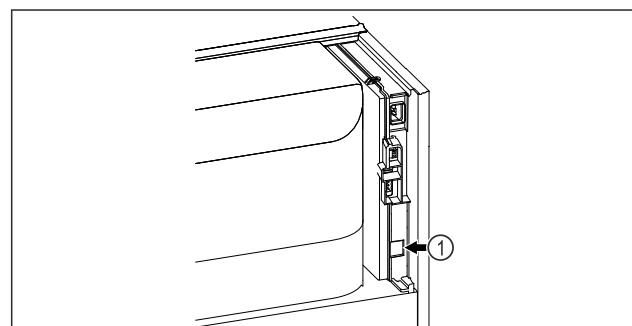

Fig. 92
- SmartModule Fig. 92 (1) 已使用。